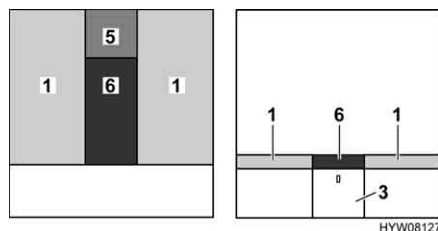

Fig. 92 Après la transformation
- Placer le coussin supplémentaire (Fig. 92,5) sur le petit meuble de nuit.
- Placer le coussin supplémentaire (Fig. 92,6) entre les matelas (Fig. 92,1).